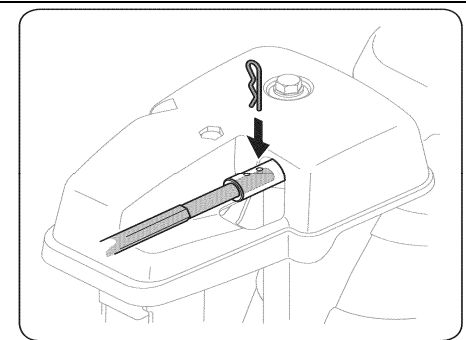

Рис. 8
8. Далее потяните круглый конец тяги управления желобом в направлении обратном по отношению к панели управления, пока отверстие в тяге совпадет с отверстием во входном устройстве центральной части желоба. Установите пружинный фиксатор. См. Рис. 8